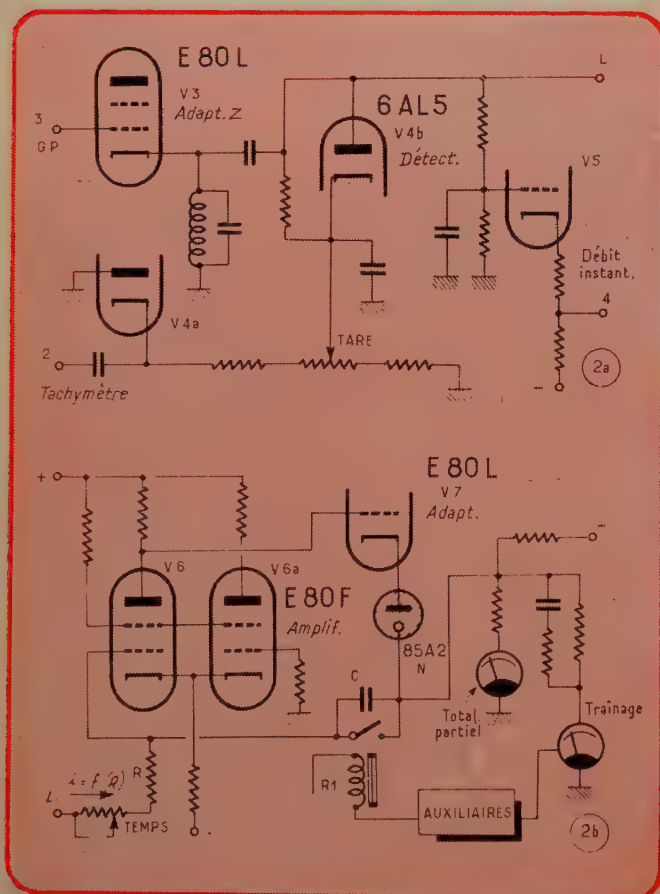

Fig. 2. — a : Schéma des circuits d'adaptation, de détection et d'opposition ; b : schéma de l'intégrateur.
- 1) **Transformation de la tension alternative du détecteur d'effort en tension continue proportionnelle au débit.** Elle est réalisée d'après le schéma figure 2 a par un tube d'adaptation E 80 L, un détecteur 1/2 6 AL 5, et un amplificateur-adaptateur V 5. Ce dernier alimente un galvanomètre indicateur de débit instantané et un enregistreur amorti pour l'inscription des débits moyens.